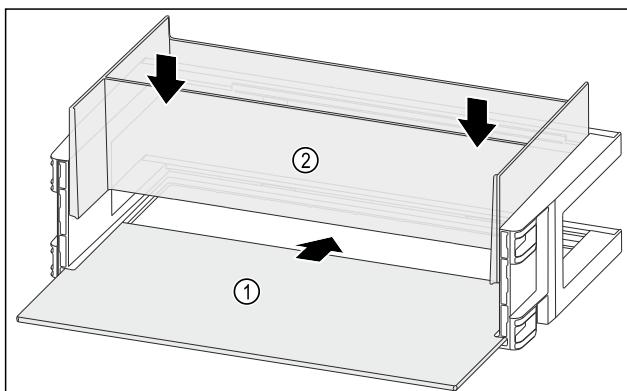

Fig. 112
- Посьуньте полицю Fig. 112 (1) у бічні пази.
- Вставте органайзер Fig. 112 (2).